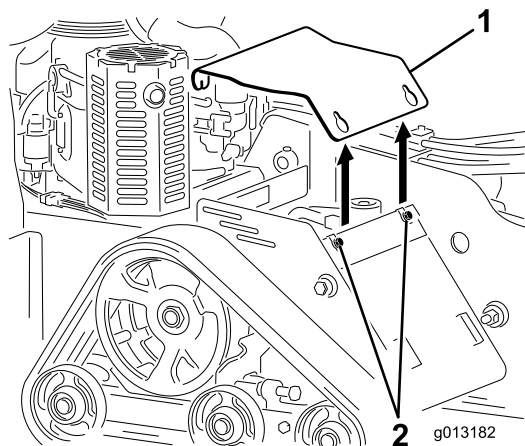

Figura 26
3. Afloje secuencialmente los 3 pernos que sujetan la cubierta al bastidor hasta que la cubierta quede libre (Figura 26).
2. Coloque la cubierta en su sitio y sujétela con los 3 pernos que retiró anteriormente (Figura 26).